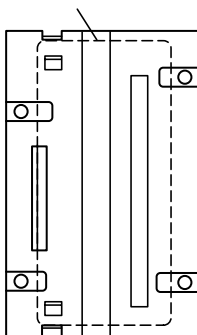

図 3
- (1) C 12BA, C 12B1, C 12B, PSB-11Aのベース取付け位置は図3のようになります。